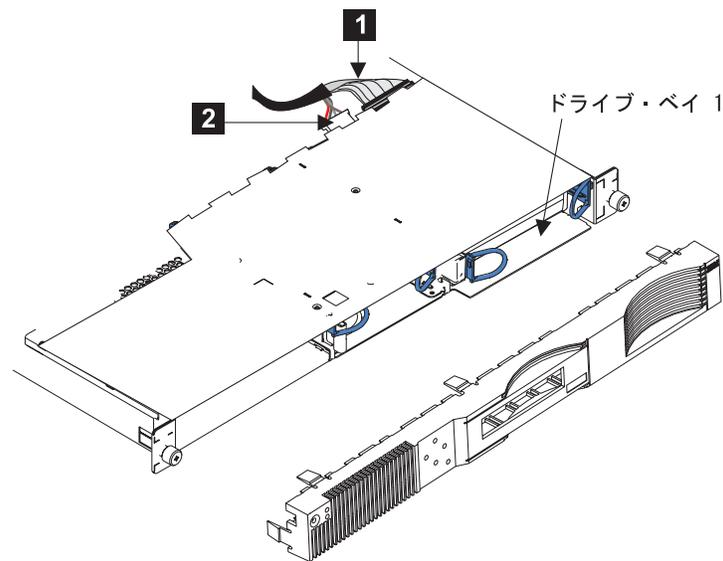

図 45. ディスク・ドライブ・ケーブルの取り外し
4. SCSI シグナル・コネクタ1と電源コネクタ2をディスク・ドライブの背面から切り離し、ケーブルを取り外します。図 45 を参照してください。